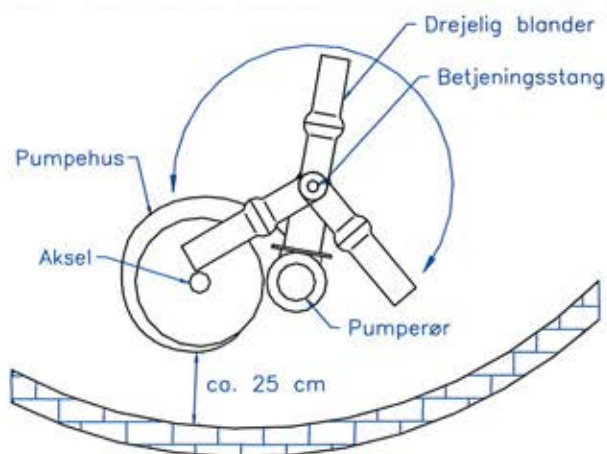
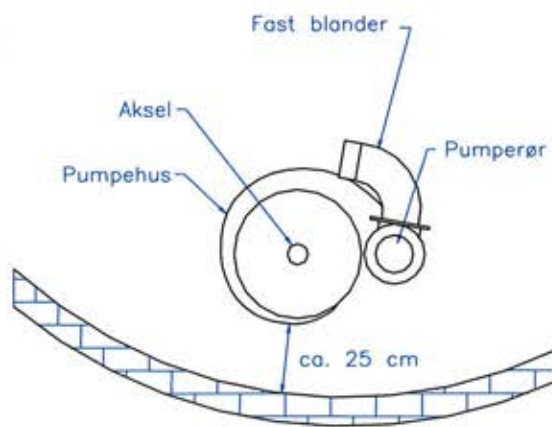

Fig.1 Pumpe med drejelig blander
Fig.2 Pumpe med fast blander
- a) Pumpen skal placeres således at pumpehuset er **ca. 25 cm** fra kanten. Ved pumper med drejelig blander skal studsene pege ind mod midten af tanken, så studsene kan drejes til begge sider i tanken (se **fig.1**). Hvis pumpen har fast blander skal studsene pege ud langs siden i kanten (se **fig.2**), så gyllen kan pumpes rundt og dermed give en god opblanding i tanken.